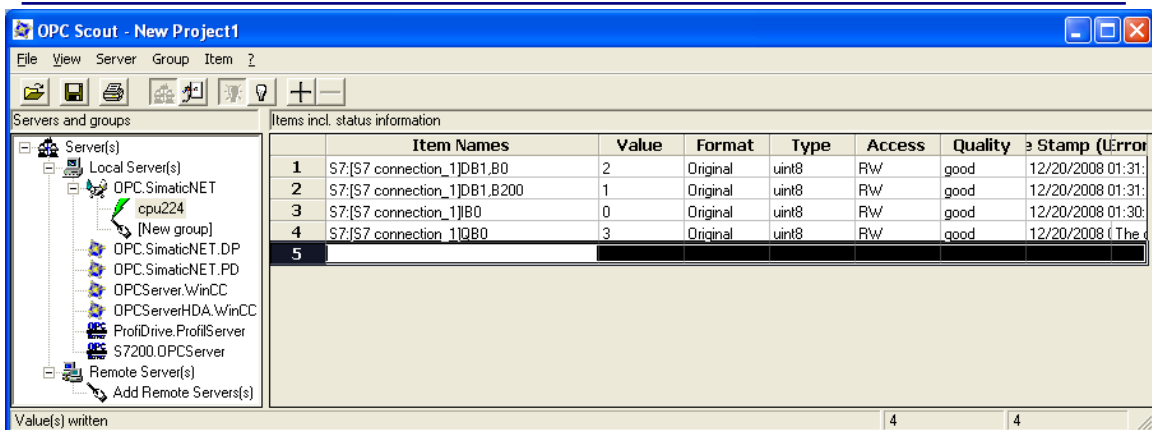

图 27
4. 在 OPC Scout 中对 Q 变量赋值，如图 27，QB3